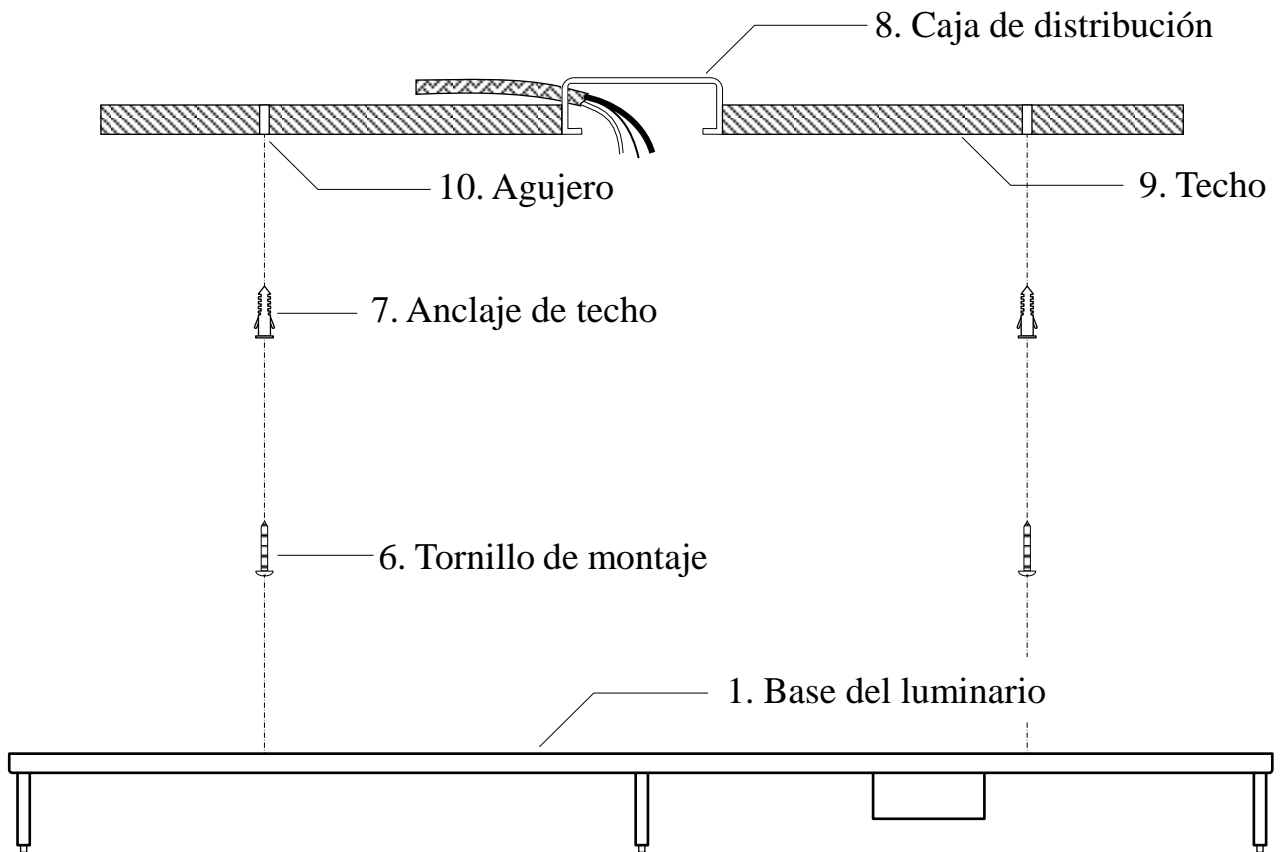

Fig. 1
3. Quite la base del luminario (#1) anclaje de techo (#9). Taladre agujeros (#10) del tamaño adecuado en los lugares marcados de los agujeros de bocallave. Inserte los anclajes para techo (#7) en los agujeros (#10) (**Fig. 1**).
4. Enrosque los tornillos de montaje (#6) a la mitad de los anclajes de techo (#9) (**Fig. 1**).